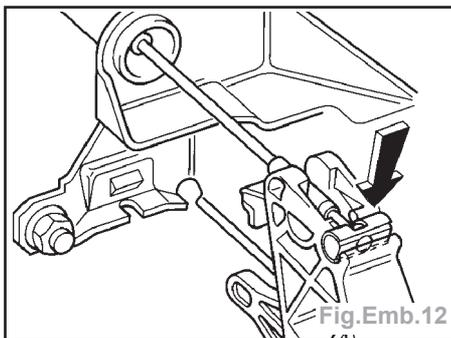

Fig.Emb.12
- Débrancher le câble de débrayage de la pédale d'embrayage (flèche) (Fig.Emb.12).
- Accrocher le câble de débrayage sur la pédale d'embrayage (flèche) (Fig.Emb.12).
- Débrancher le câble de débrayage de la pédale d'embrayage (flèche) (Fig. Emb.12).
- Accrocher le câble de débrayage sur la pédale d'embrayage (flèche) (Fig. Emb.12).